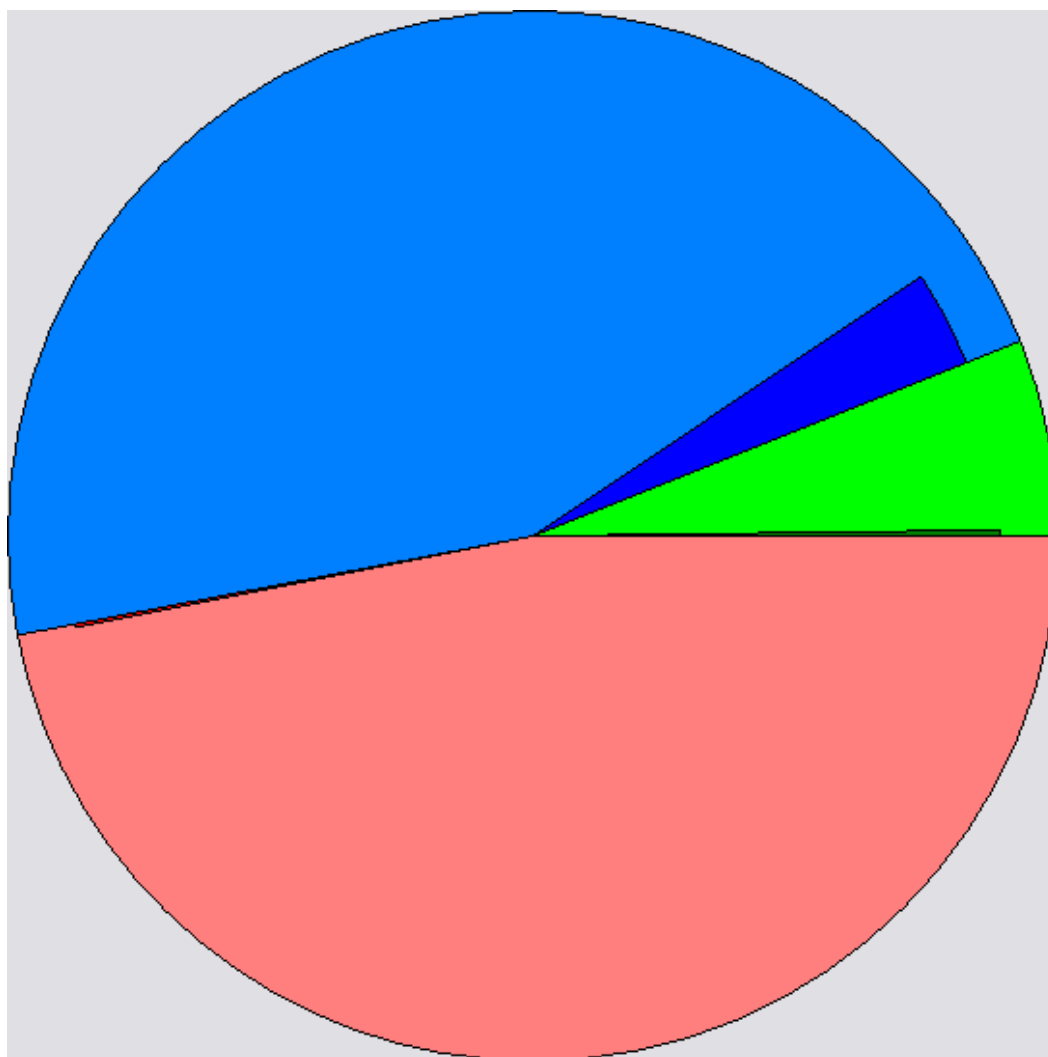

Рисунок 50
- Круговая диаграмм использования флэш-памяти (рисунок 50). При нажатии левой кнопки мыши на сектор памяти, соответствующий картам или лентам (синий и красный сектора), изменяется объем памяти, выделенный под сектор.